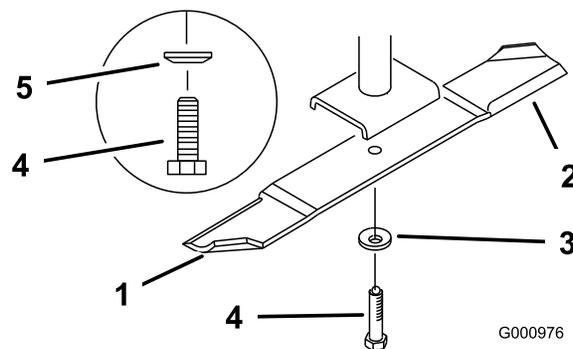
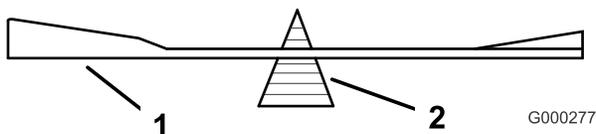

Figura 87
Figura 86
2. Retire del eje el perno de la cuchilla, la arandela de muelle y la cuchilla (Figura 87).
2. Verifique el equilibrio de la cuchilla colocándola sobre un equilibrador de cuchillas (Figura 86). Si la cuchilla se mantiene horizontal, está equilibrada y puede utilizarse. Si la cuchilla no está equilibrada, rebaje algo el metal en la parte de la vela solamente (Figura 87). Repita este procedimiento hasta que la cuchilla esté equilibrada.
1. Instale la cuchilla en el eje (Figura 87).
2. Instale la arandela de muelle y el perno de la cuchilla. El cono de la arandela de muelle debe estar orientado hacia la cabeza del perno (Figura 87).